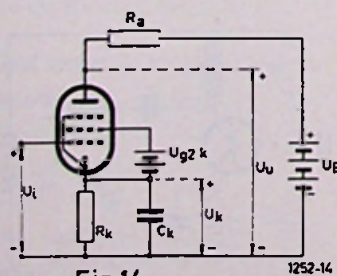

Fig. 14
2. Van de buisgrootheden in fig. 14 wordt  $R_i$  zeer groot en de schermrooster-kathodespanning constant verondersteld. In het volgende beschouwen we alleen wisselspanningen en stromen.